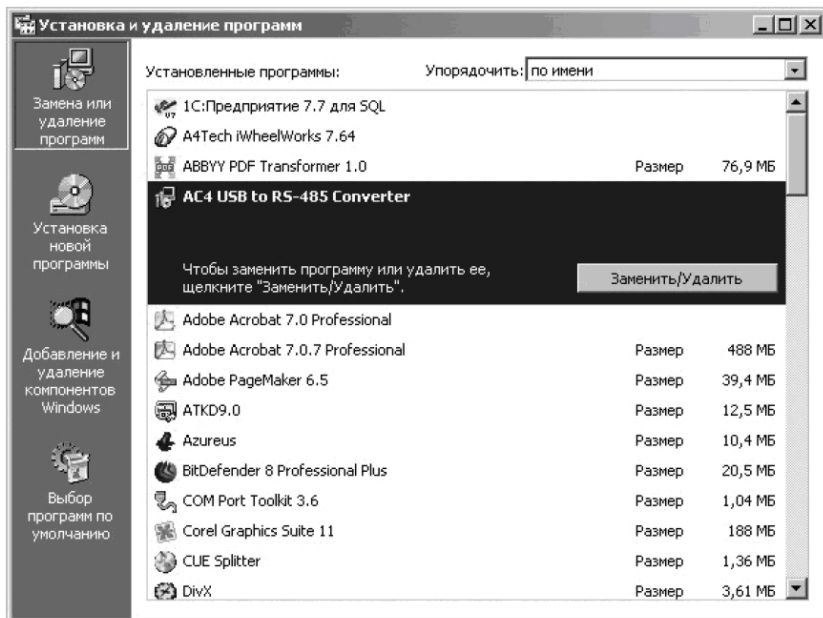

Рисунок 7.5 – Экранная форма установки и удаления программ
- в открывшейся экранной форме выбрать из списка программу «AC4 USB to RS-485 Converter» и нажать кнопку «Заменить/Удалить» (рисунок 7.5);